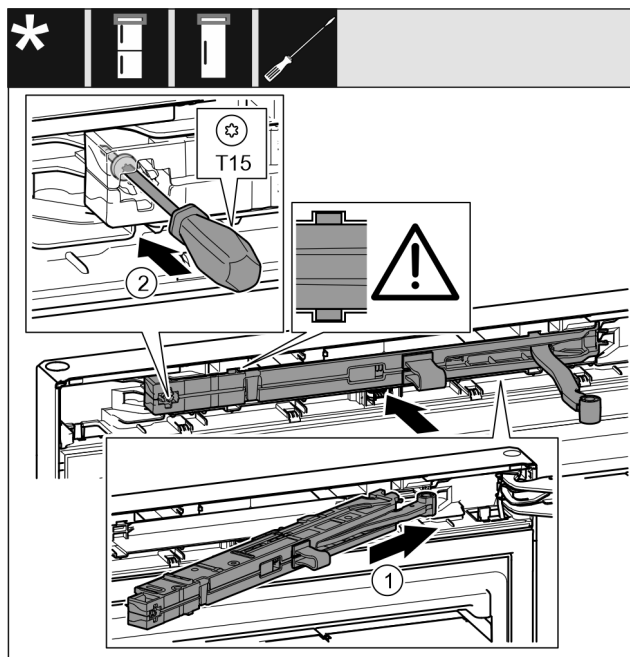

Fig. 33
- Inserire in diagonale l'unità dell'ammortizzatore di chiusura Fig. 33 (1) nel vano sul lato del blocco di supporto fino a battuta.
- Stringere la vite Fig. 33 (2) con un cacciavite.